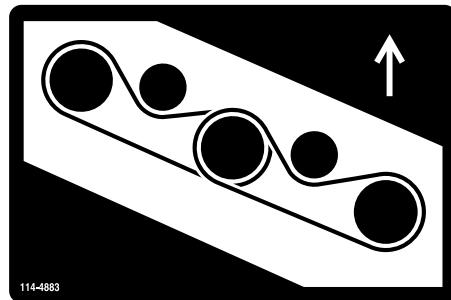
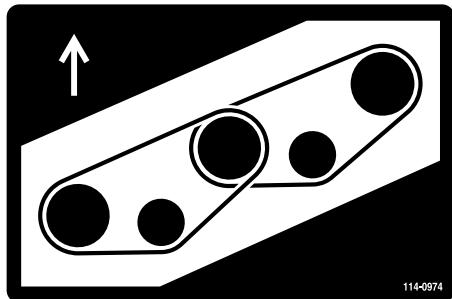

Рисунок 86
Рисунок 85
- Обведите новый ремень вокруг шкивов шпинделей и узла натяжного шкива (Рисунок 85 и Рисунок 86).